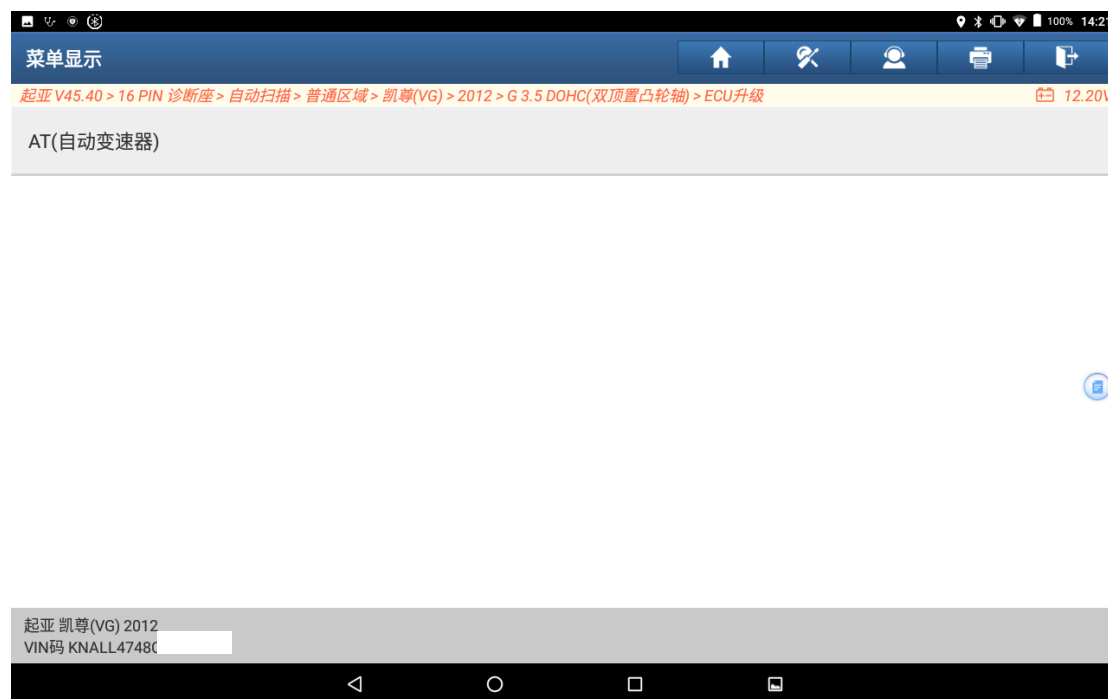

图 5
5. 等待软件查询支持编程的系统信息后，将列举出当前车型支持编程的系统列表，菜单界面如图 5；